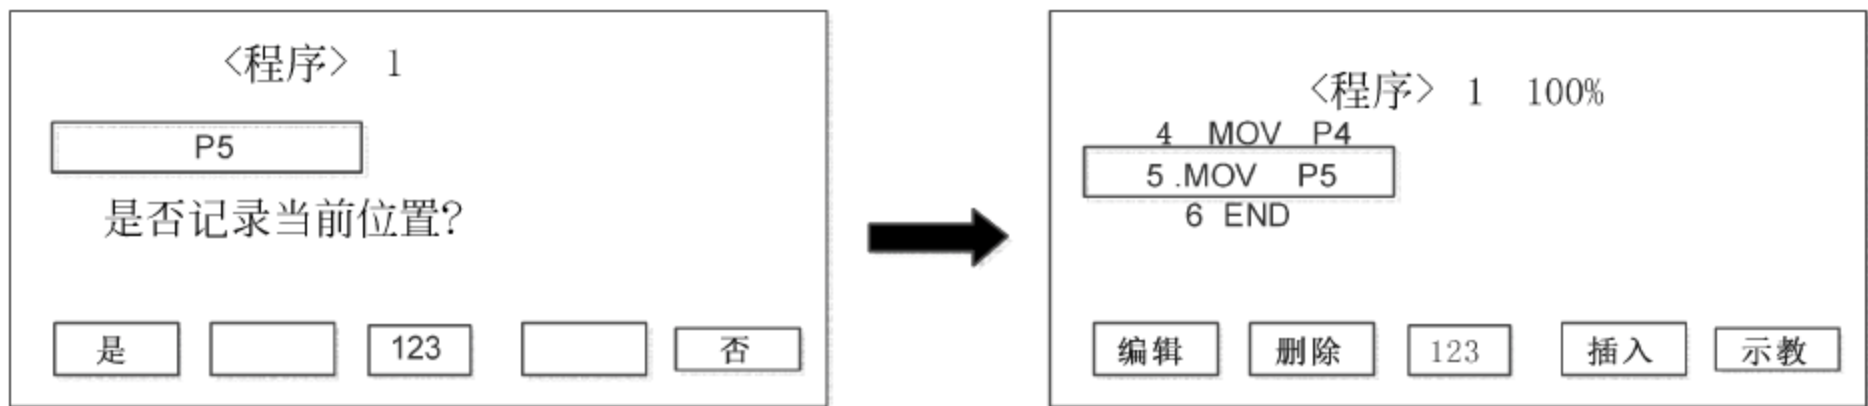

图 4-13 示教点确认
- ④ 按下“是”按键,“当前位置点”被设置为 P5 点。同时返回“上一级程序编辑”界面,如图 4-13 所示。